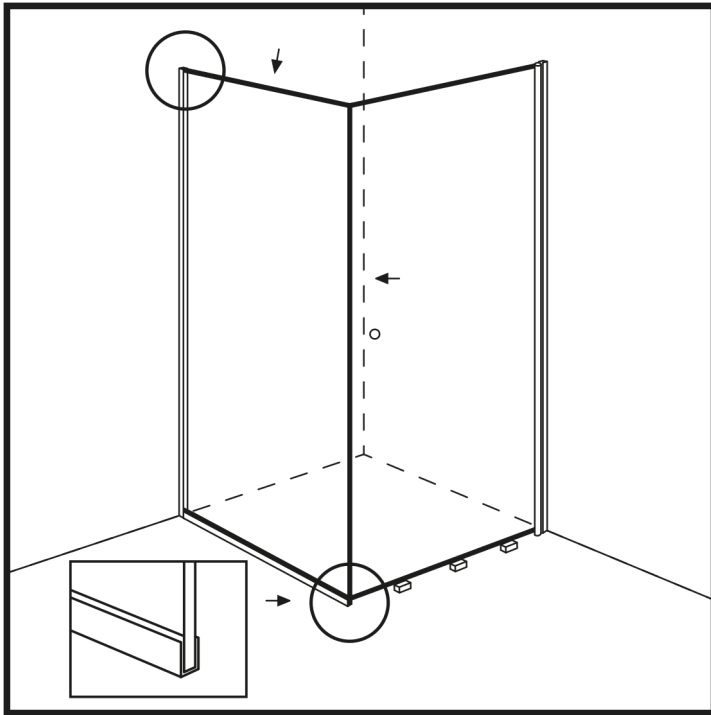

Abbildung 14
29. Setzen Sie das Duschglas zwischen die U-Leisten und drücken Sie es zur Wand hin und nach unten, damit das Silikon am Glas haften bleibt. (Abbildung 14)